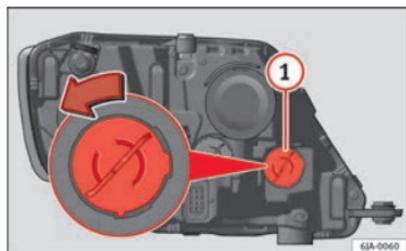

Fig. 157 Cambio de lámpara para la luz intermitente
- Gire el portalámparas ⇒ fig. 157 ① en sentido antihorario y retírelo.